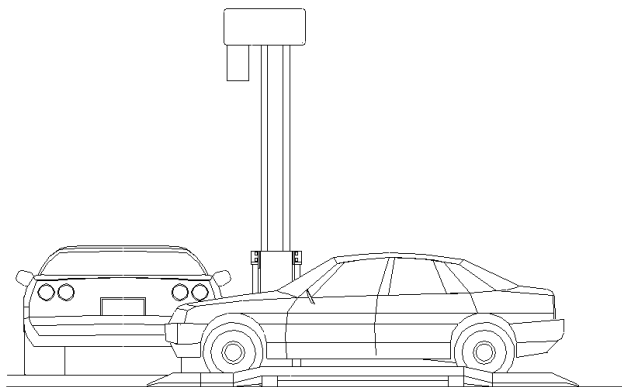

图 1.4
4. 当停车板降到地面后，可以将车辆沿黑黄引导线驶上停车板中间，然后松开刹车，停车板的梯形斜坡会使车辆自动校正，等车辆停定后，拉紧手刹，关闭发动机，人员离开车辆，关好车门（图 1.4）；